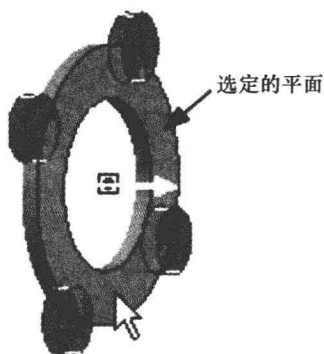
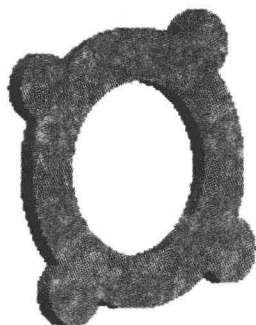

图 1.1-29 指定平面
图 1.1-30 凸耳实体
(6) 在拉伸工具栏的【拉伸方式】选项按钮中选择  (拉伸至选定的点、曲线、平面或曲面) 后，在绘图区图形中选择与草绘面相对的圆环平面，如图 1.1-29 所示，单击确定后 4 只凸耳创建完成，如图 1.1-30 所示。